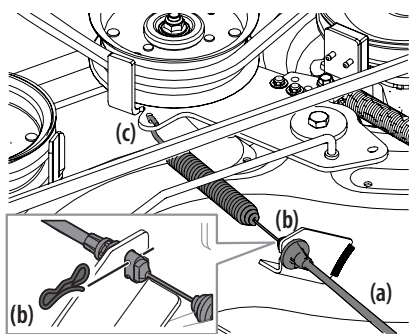

Figure 34
10. Retirez le câble de la prise de force (a) à l'arrière du plateau de coupe en enlevant la goupille fendue (b) qui le fixe. Enlevez le ressort (c) du support de la poulie de tension. Voir Figure 34.